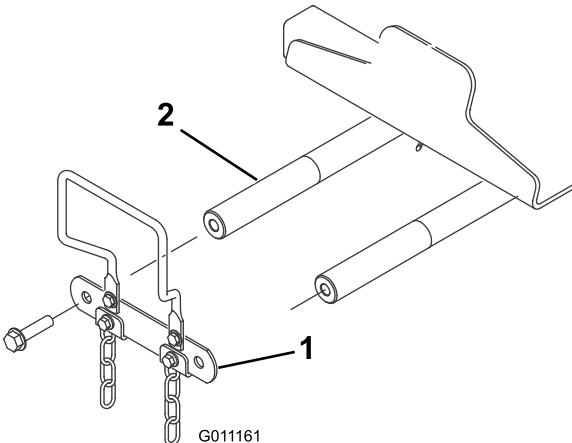

図 13
1. 昇降アームのピボットシャフト・リンクとピボットシャフトを分離 (キャップスクリュ 2 個を外す) し、とりはずしたリンクとキャップスクリュは保管する (図 13)。